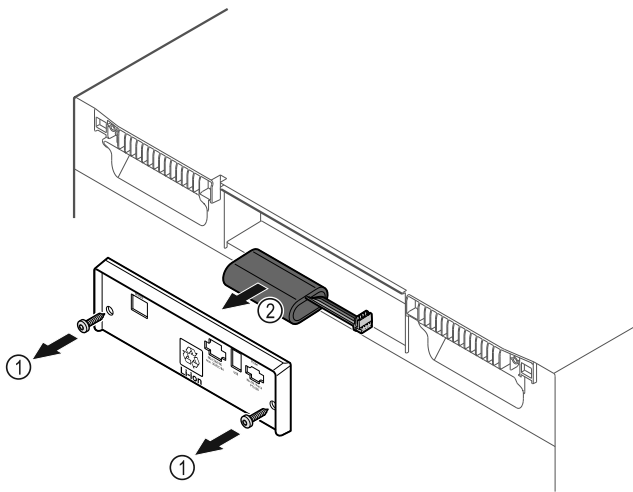

Fig. 229
- ▶ Ξεβιδώστε τις βίδες και αφαιρέστε το κάλυμμα στην πίσω πλευρά της συσκευής Fig. 229 (1).
- ▶ Αποσυνδέστε και τραβήξτε έξω την μπαταρία Fig. 229 (2).